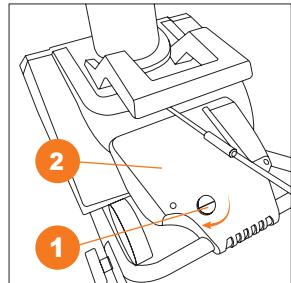

Рис. 13
- Установите ключ запуска ① в специальное отверстие, расположенное на корпусе двигателя снегоуборщика ② и переведите его в положение I (ВКЛ.) (Рис. 13).